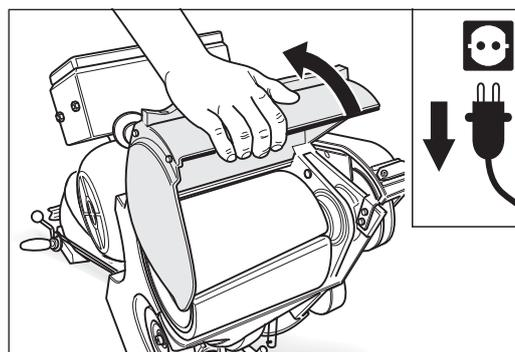

Abb. 67 Den Netzstecker aus der Steckdose ziehen und den Walzendeckel nach oben klappen.
- 4 Klappen Sie den Walzendeckel an der Vorderseite des Maschinengehäuses nach oben (Abb. 67).